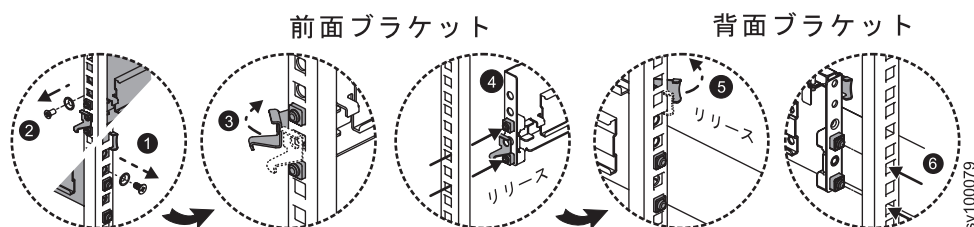

図 37. スライド・レールの取り外し
2. 図 37 に示すように、スライド・レールを取り外します。